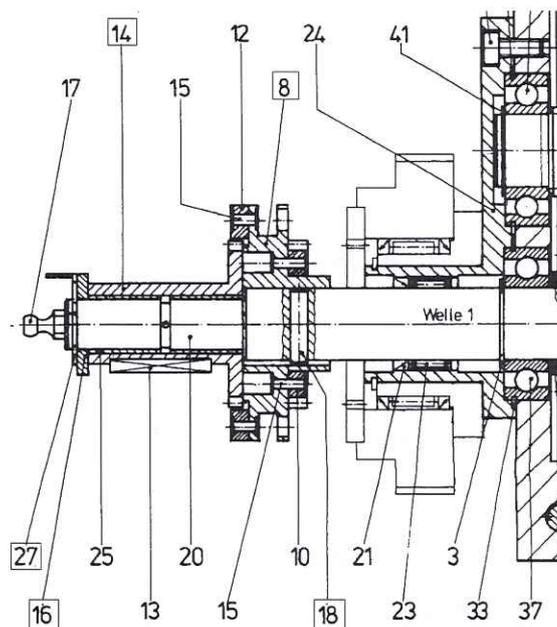

Bild 6- 6: Eingangswelle
1. Sicherungsring und Scheibe abnehmen (Bild 6- 6/27 und 16)
2. Kupplungsrad mit Wechselrädern abziehen (Bild 6- 6/14)